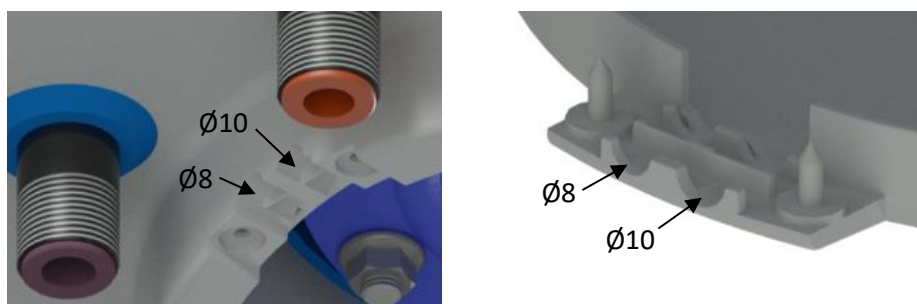
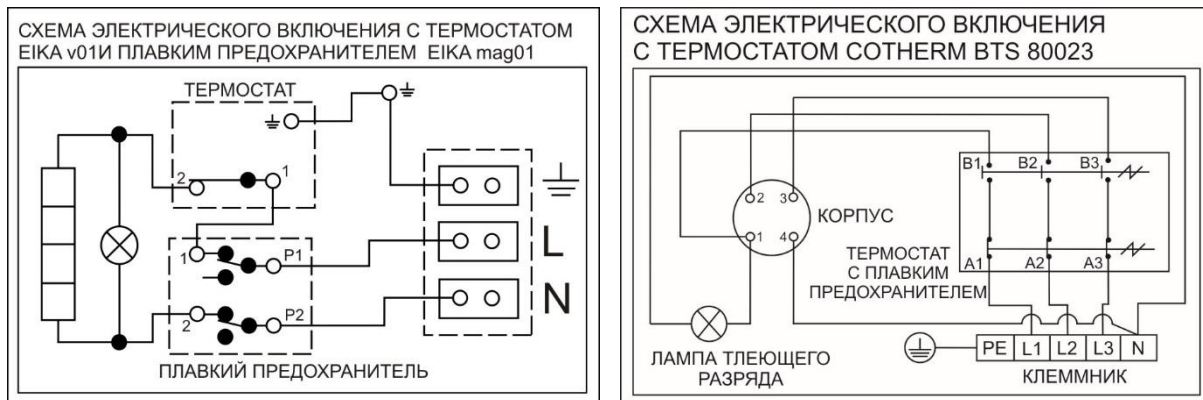

Рисунок 6
Рисунок 7
Подключение выполните согласно схеме. Подключение, выполненное на заводе, запрещено менять! (Рисунок 7). В крышке электропроводки снимите перегородку, соответствующую диаметру подводящего провода $\phi 8$ или $\phi 10$ (Рисунок 6). Степень защиты электрических компонентов водонагревателя - IP 44. Потребляемая мощность электрических нагревательных элементов составляет 2000 Вт и 4000 Вт.
- Схема эл. подключения прилагается к водонагревателю на крышке электропроводки (Рисунок 7).